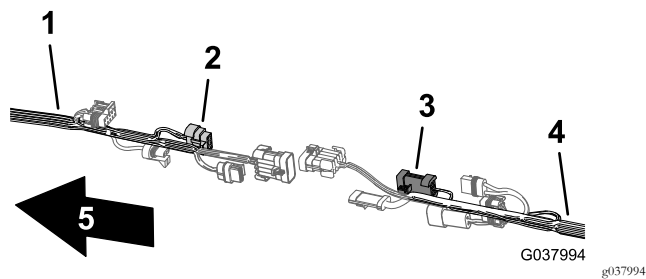

Figura 108
4. Collegate il connettore a 8 pin del cablaggio preassemblato anteriore per l'interconnessione del cablaggio dell'irroratrice al connettore a 8 prese del cablaggio preassemblato posteriore per l'interruttore di portata (Figura 108).